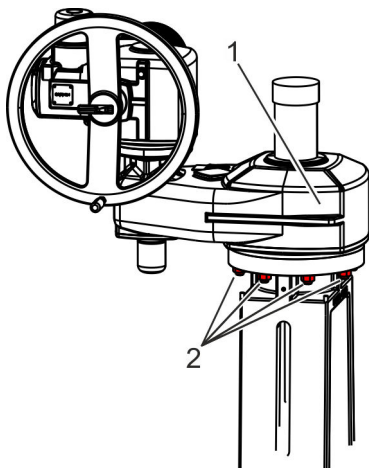

Abb. 28: Elektrischen Antrieb befestigen
10. ➔ Elektrischen Antrieb (Abb. 28/1) auf dem Bügelauflauf unter Verwendung von Schrauben (Abb. 28/2) und Scheiben befestigen.
Schrauben (Abb. 28/2) gemäß Herstellerangaben festziehen.